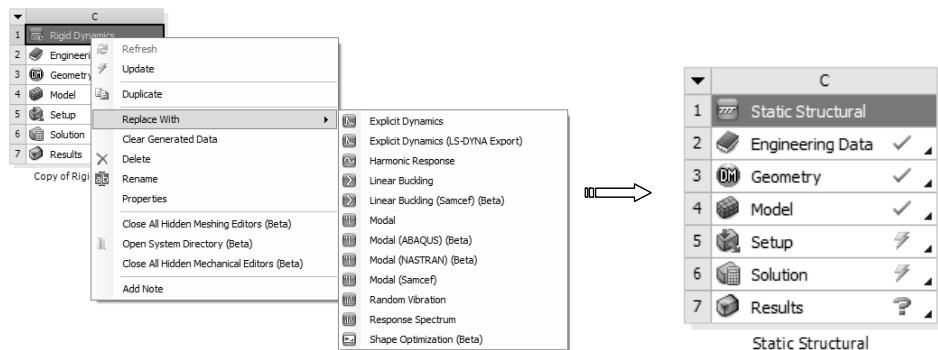

图 10-62 转换静力学分析项目
2) 选择项目 C 中第一个单元格, 单击鼠标右键, 在弹出的快捷菜单中选择【Replace With】|【Static Structural】命令, 将项目 C 转换成静力学分析项目, 如图 10-62 所示。